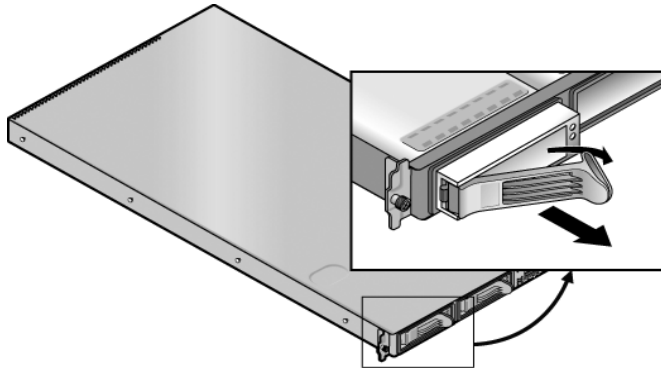

图 3-7 SCSI 硬盘驱动器托架和释放锁存器
2. 按下释放锁存器，然后尽可能地向左小心转动摇臂（请参见图 3-7）。